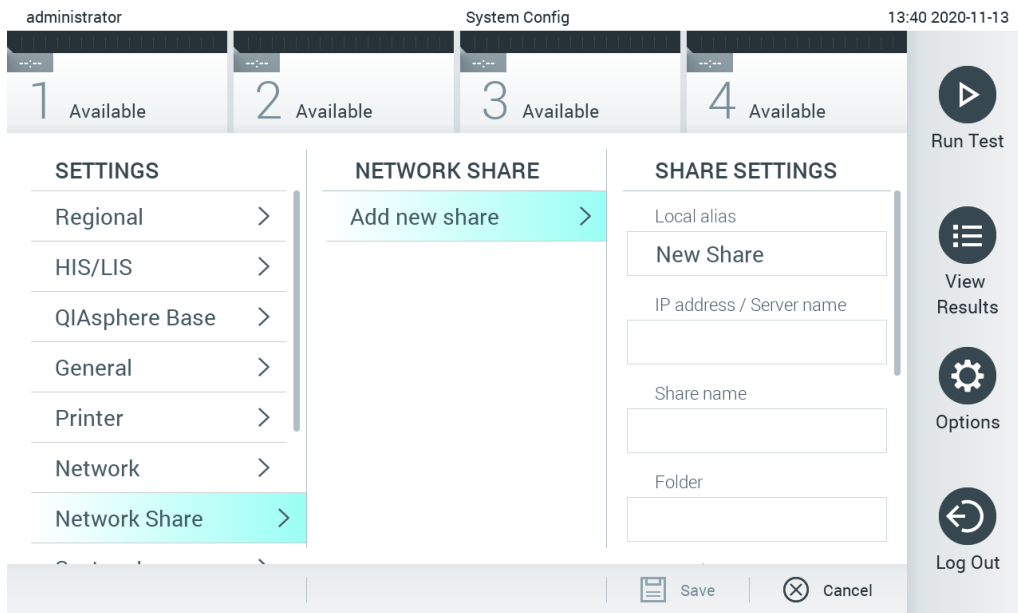

Рис. 69. Добавление сетевой папки.
3. Нажмите кнопку Add new share (Добавить новую сетевую папку) (рис. 69).